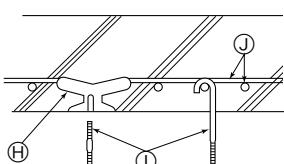

Fig. 2-5
② Διαφράσεις σιδηροπαγόνια σκυροδέματος (Fig. 2-5)